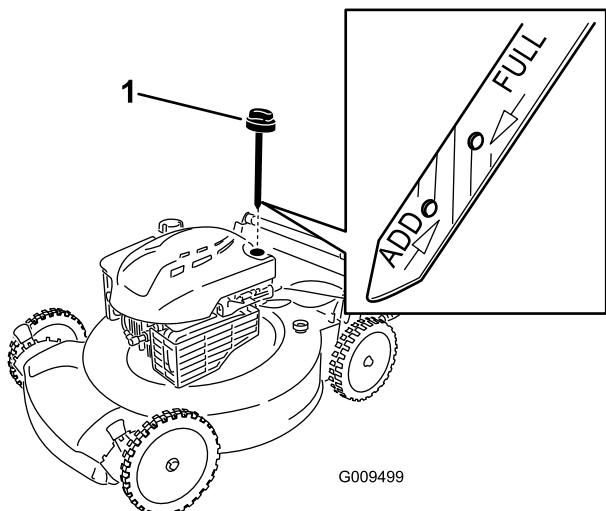

Рисунок 4
- Извлеките масломерный щуп (Рисунок 4).
- Медленно заливайте масло в маслозаливной патрубок до тех пор, пока уровень масла не достигнет отметки **Full (ЗАПОЛНЕНО)** на масломерном щупе (Рисунок 4). **Не допускайте переполнения картера.** Макс. объем масла: 0,59 л, тип: автомобильное моющее масло (SAE 30), имеющее классификацию API: SF, SG, SH, SJ, SL и выше.